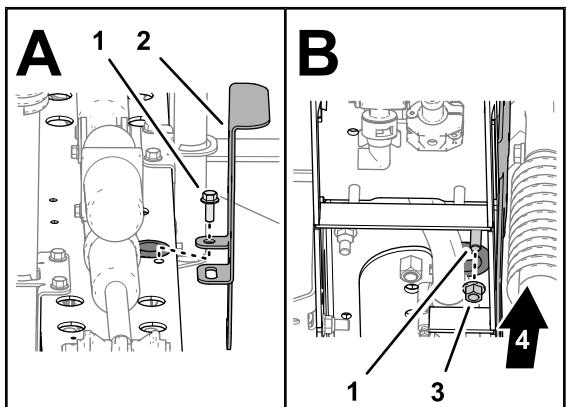

Figure 135
2. Alignez le trou du support d'ECU sur le trou du cadre et fixez le support au cadre (Figure 135) à l'aide d'une vis à embase ( $\frac{3}{8}$ " x 1") et d'un contre-écrou à embase ( $\frac{3}{8}$ ").